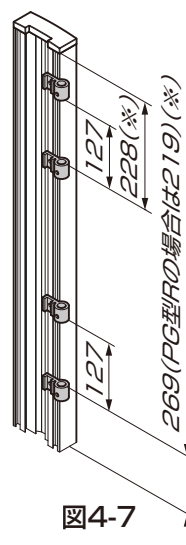

図4-7
①柱と本体別々にヒンジを、図4-7を参照し【2-3】で取付けてください。